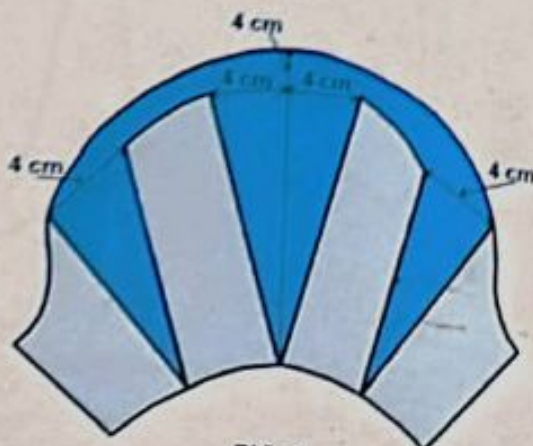

FIG. 3
- Remontez la tête de la manche de 2 à 4 cm, valeur variable selon le bombé donné à la tête de la manche et retracez le contour final de la manche en rectifiant les pointes et les angles formés lors de l'écartement sur le haut de la manche (fig.3).